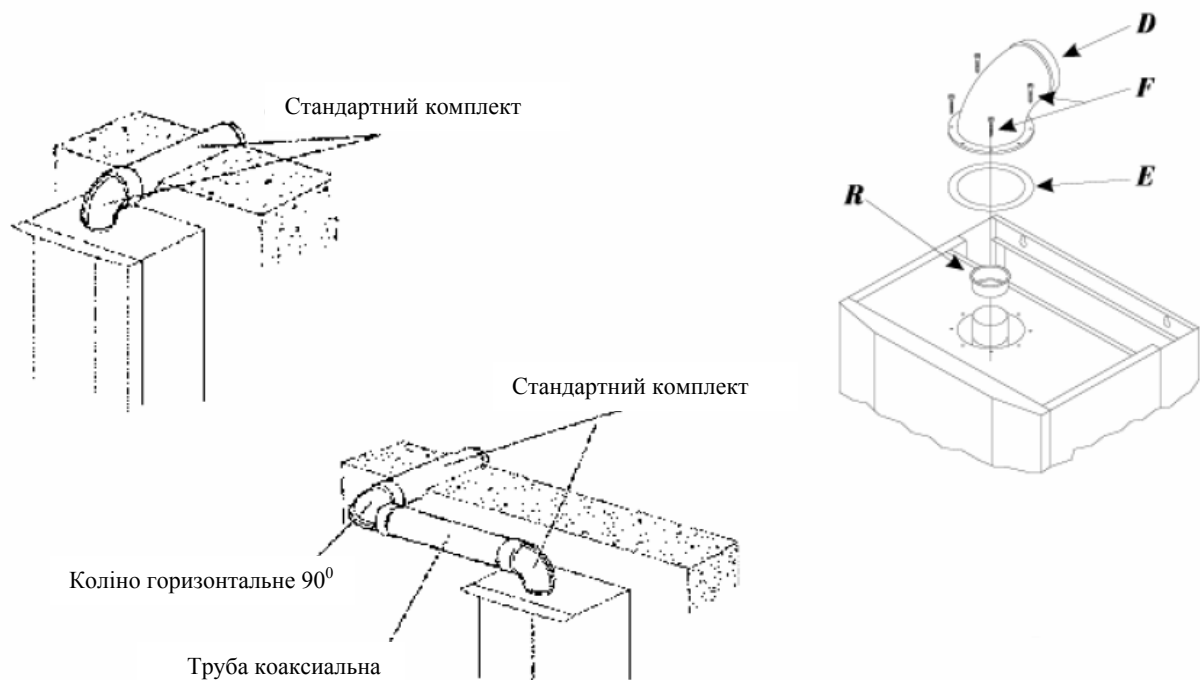

Рис. 13 – Горизонтальна траса відведення продуктів згоряння
- Встановіть прокладку (E) на дно коліна (D).
- Обережно вкладіть ущільнювальний кружок (J) у нижню й верхню частини всередині коліна.
- Встановіть зовнішній гумовий ущільнювальний кружок (G) на трубу входу повітря (A).
- Проведіть коаксіальну трубу через отвір у стіні так, щоб кружок (G) був на рівні зовнішньої стіни.
- Встановіть манжету й скріплення (С) на трубку й коліно (D) і переконайтеся, щоб внутрішні й зовнішні трубки були герметичними.
Примітка: Максимальна горизонтальна довжина (коліно й 8 м без згинів) рівняється 9 м (еквівалентним). При довжині горизонтальної траси більше 3 м (еквівалентної) необхідно видалити кружок-заслінку (R), розміщену на виході з вентилятора (див.рис.13).
Примітка: При довжині коаксіальної труби більше 4 м (еквівалентної) необхідно видалити кружок-заслінку (R), розміщену на виході вентилятора (див. рис. 13).